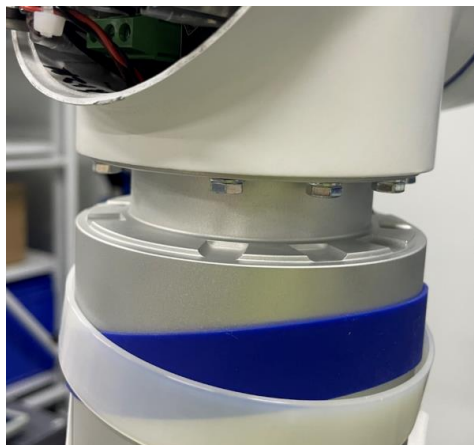

图 3-13 取下上臂橡胶环、支撑环
- 轻轻取下橡胶环，并将其环绕在上臂上，取下支撑环，如图 3-13 所示：